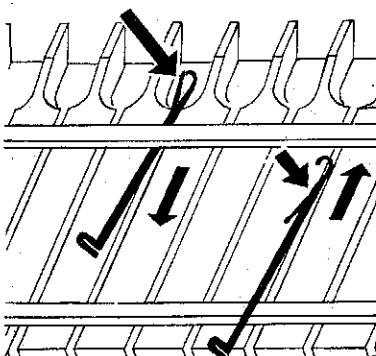

Fig. 123
**Para quitar la aguja:** cierre la lengüeta, coja la aguja por el pie y jálela sacándola, Fig. 123 a la izq.
**Para poner la aguja:** abra la lengüeta, coja la aguja del pie y méta la Fig. 123 a la der.